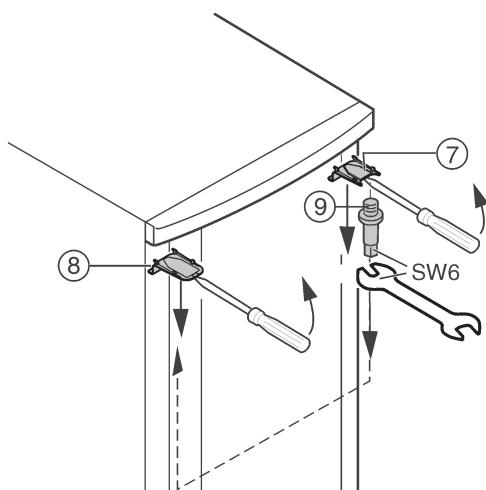

Fig. 6
- За допомогою викрутки зверху зніміть з фіксатора кришки Fig. 6 (7) та кришку Fig. 6 (8) і зніміть їх під кутом донизу.
- Викрутіть гвинти Fig. 6 (9) і загвинтіть їх з протилежного боку (з **моментом 4 Нм**).
- Знову встановіть кришку Fig. 6 (7) на боці гвинта: вставте ззаду і зафіксуйте спереду.
- Встановлення кришки Fig. 6 (8) на протилежному боці: вставте ззаду і зафіксуйте спереду.
- Підвісьте верхню частину дверцят на гвинт Fig. 6 (9).